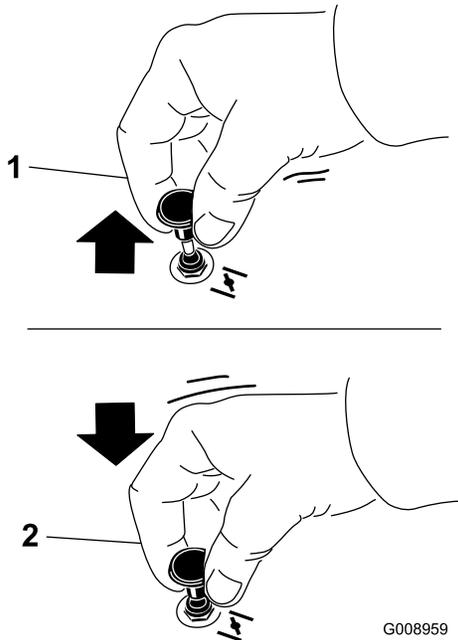

Bild 19
1. Ziehen Sie das Choke-Handrad heraus, um den Choke zu aktivieren, bevor Sie das Zündschloss verwenden (Bild 19).
2. Drücken Sie den Choke herein, um den Choke zu deaktivieren, wenn der Motor angesprungen ist (Bild 19).
1. Stellen Sie den Zapfwellenantriebsschalter in die AUS-Stellung, um die Messer auszukuppeln (Bild 19).